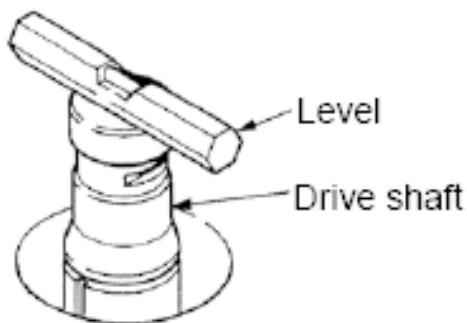

Figure 39 Placement de niveau
3. Placer le niveau à bulle sur le haut de l'arbre d' entraînement de la chambre de rotor. Figure 39 Placement de niveau). Tourner les quatre vis de réglage jusqu'à ce que la bulle indique que l'appareil est de niveau.